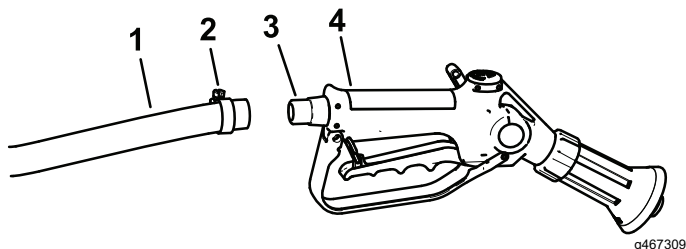

図 47
3. ホース長のもう一端をスプレーガンのフィッティングにつなぐ 図 47。